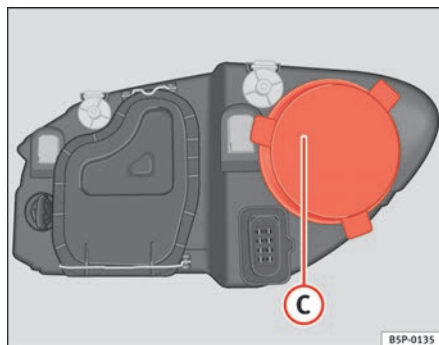

Fig. 189 Luz de carretera
- Retire la tapa ⇒ fig. 189 C tirando de la misma.